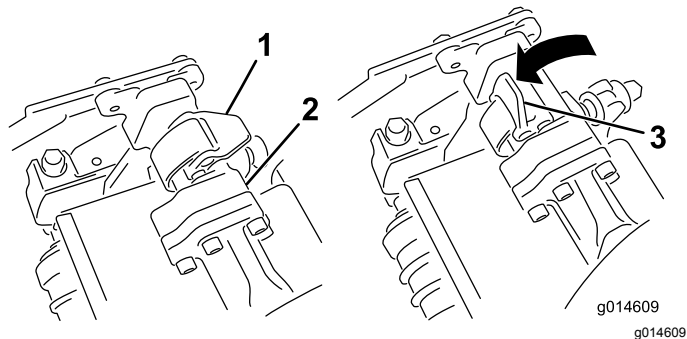
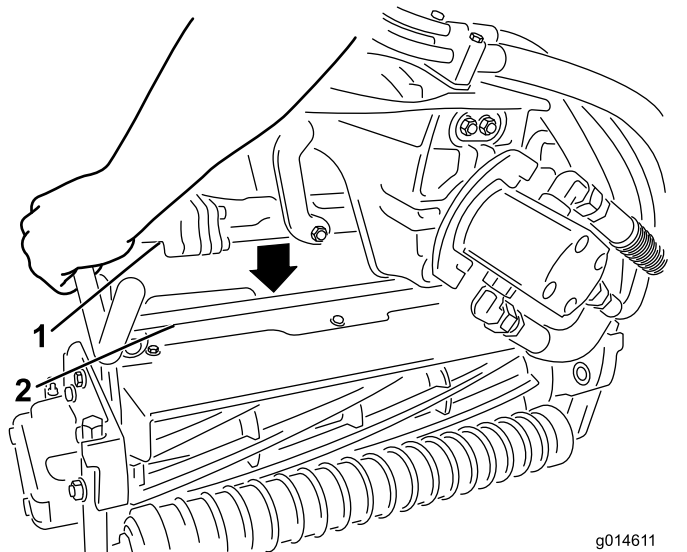

图44
图45
3. 当悬挂臂杆上的门锁指向上方即打开时图44向下压悬挂臂使悬挂臂杆与滚刀组上方的支架相契合图45。
4. 向下并绕着滚刀组横杆关闭门锁将它们锁定到位图44。
4. 打开您正在拆下的滚刀组悬挂臂上的门锁图44。